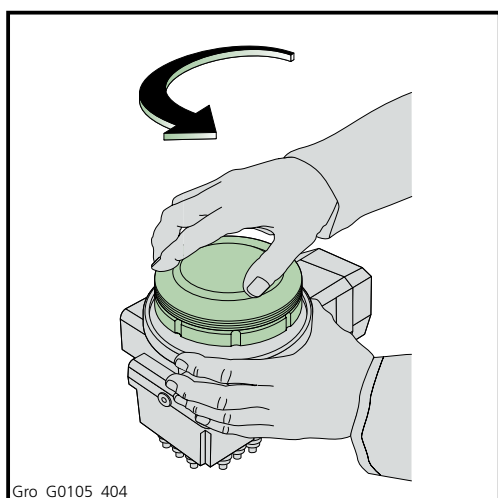

Fig 4.5 Rimozione della cartuccia vuota
2. Rimuovere la cartuccia vuota. La cartuccia è avvitata alla pompa: per rimuoverla, ruotarla verso sinistra (in senso antiorario) (Fig 4.5) e sollevarla.